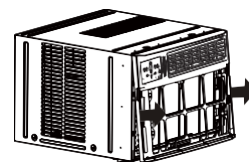

Figura 3
4. Presione la parte de metal del bastidor para liberar las lengüetas de plástico en cada lado del panel frontal (consulte la Figura 3).